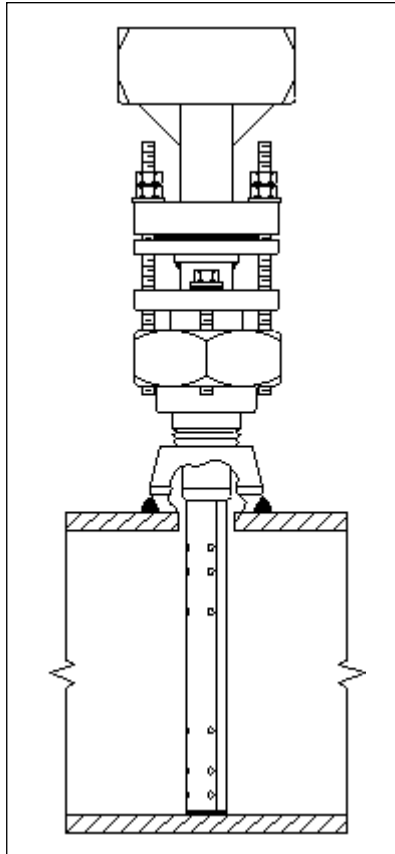

Figura 7. V150 instalado
6.1 El Verabar® ahora está instalado correctamente (figura 7).